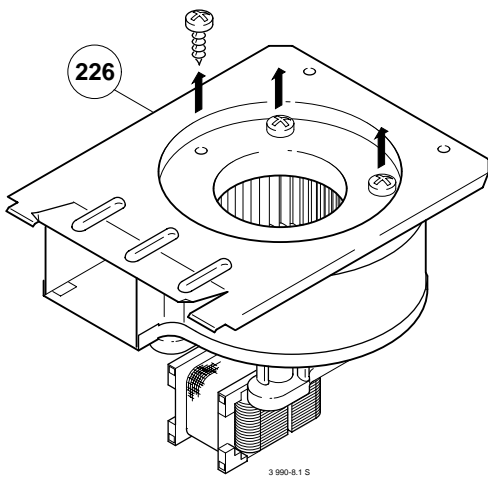
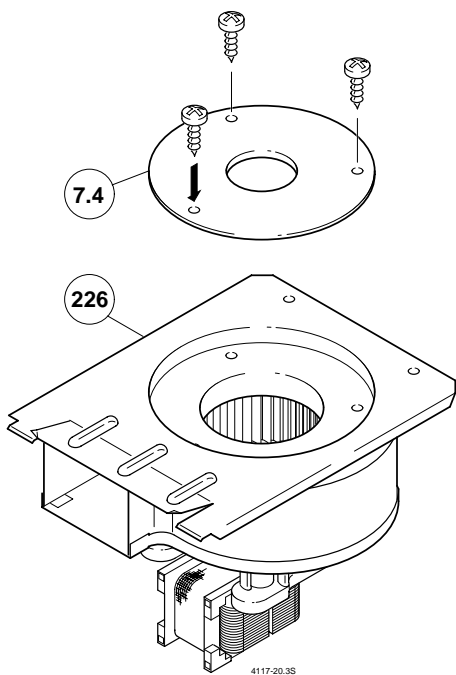

Bild 5
Bild 6
- Schrauben an der Saugseite des Abgasventilators entfernen (Bild 5) und Drosselscheibe Ø 44 (7.4) an der Saugseite des Abgasventilators (226) befestigen (Bild 6).